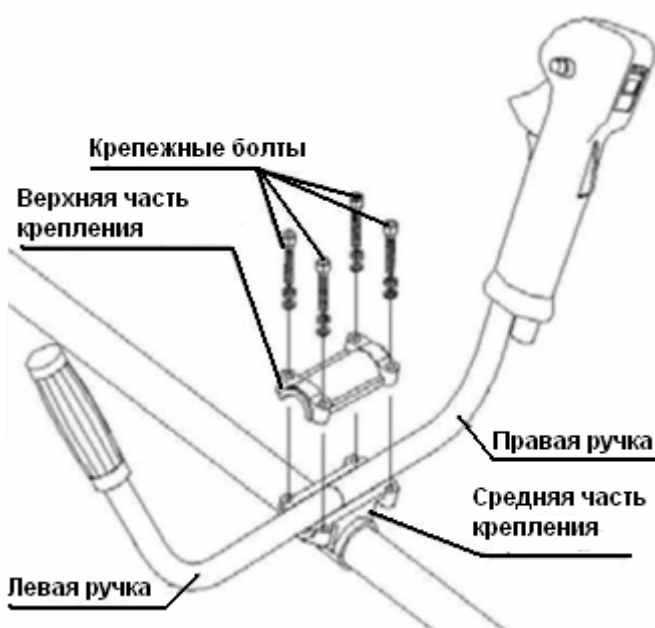

Рис.2
- Скрепить верхнюю и среднюю часть крепления с помощью болтов. (рис.2).